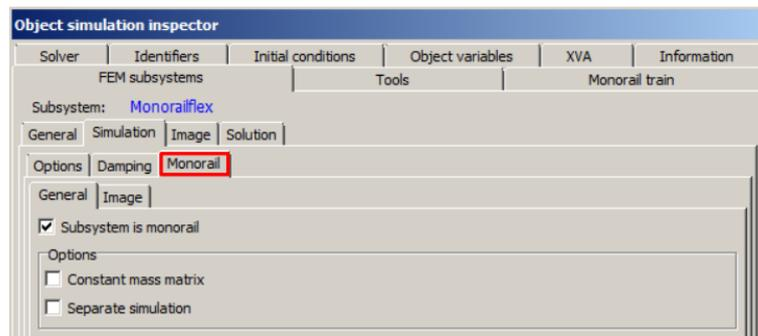

图 005-3 设置相互作用
4、在 UM Simulation 设置轮胎与有限元模型的相互作用（具体参见帮助第 26 章 43 页），如图 005-3；